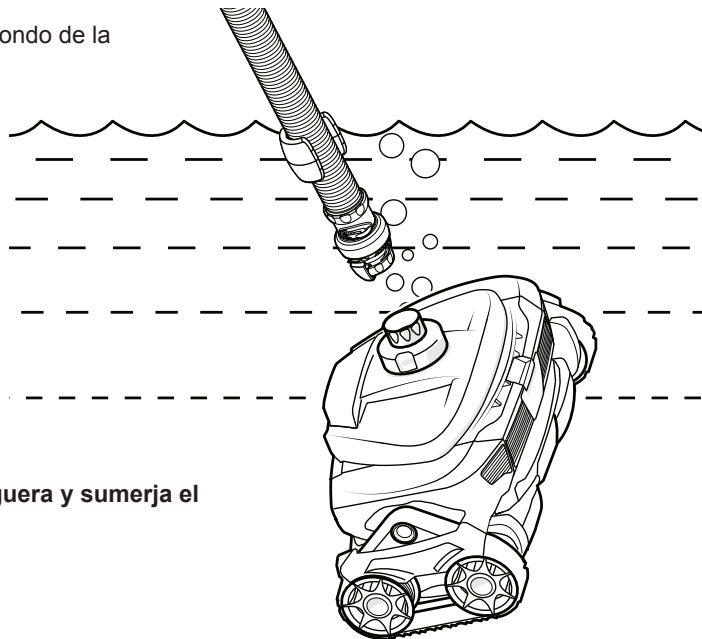

Figura 7. Conecte la manguera y sumerja el limpiador
2. Sumerja la manguera y llénela de agua (sin burbujas visibles) (figura 7).